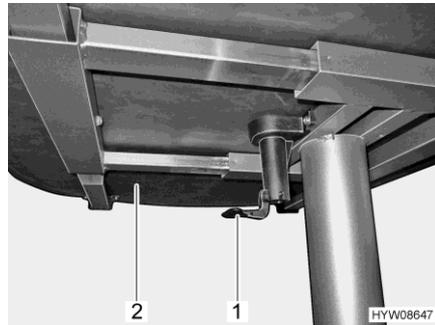

Fig. 106 Leva per spostare il piano del tavolo
- Tirare o spingere la leva (Fig. 106,1) verso il basso.
- Spingere il piano del tavolo (Fig. 106,2) nella posizione desiderata.